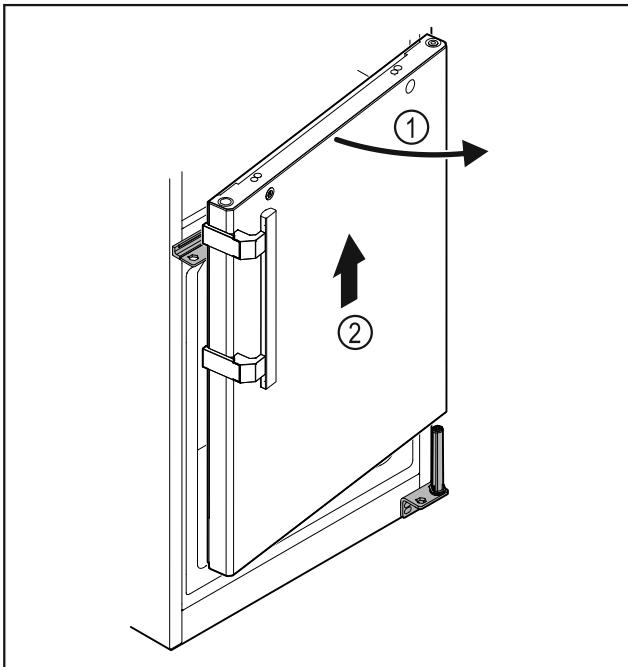

Fig. 28
- Deschideți ușor ușa Fig. 28 (1), ridicați aproximativ 200 mm drept în sus și detaşați-o Fig. 28 (2).